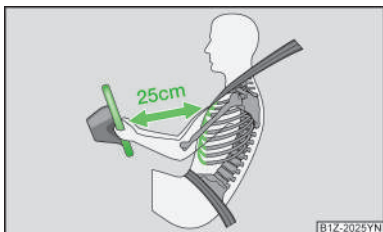

图 14
- 对驾驶员和前排乘员来说，与方向盘或仪表板保持至少 25cm 的距离非常重要»图 14。如果您未与之保持上述最小距离，则安全气囊系统无法对您进行保护，有受伤的风险！此外，还必须将座椅和头枕调整至与身材相适合的位置。